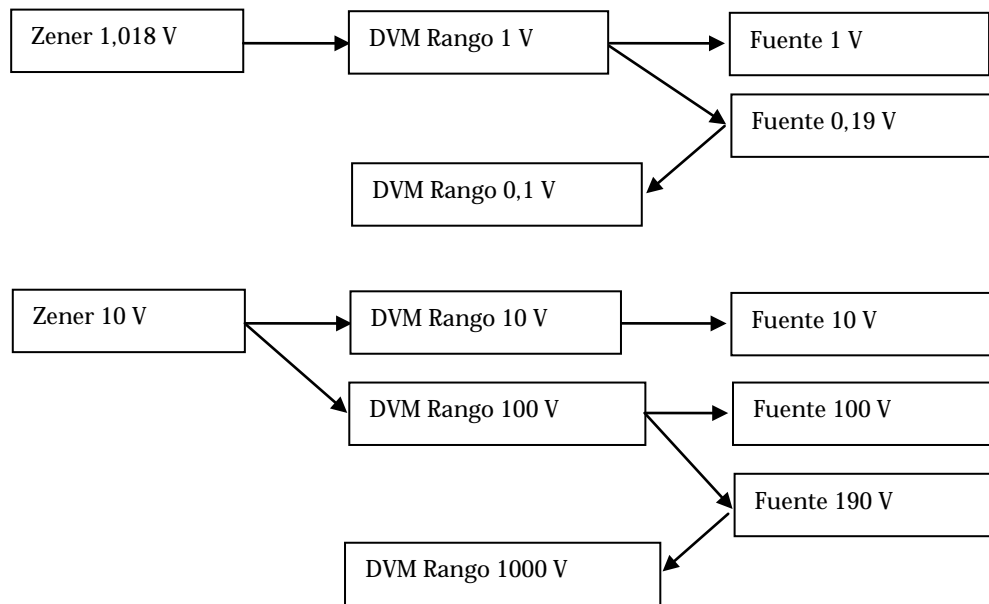

Figura 2: diagrama de mediciones para la corrección del DVM y la fuente.
6.12.1 A partir de un patrón de tensión continua basado en un diodo zener se calibra el multímetro en los rangos de 1 V, 10 V y 100 V. Luego con estos rangos se calibran las tensiones deseadas de la fuente más una tensión de 0,19 V y otra de 190 V para calibrar los rangos de 0,1 V y 1000 V del multímetro. La figura 2 muestra un diagrama de flujo de la medición. El procedimiento se realiza en forma semi-automática utilizando el programa "Calibración DVM-Calibrador.exe".